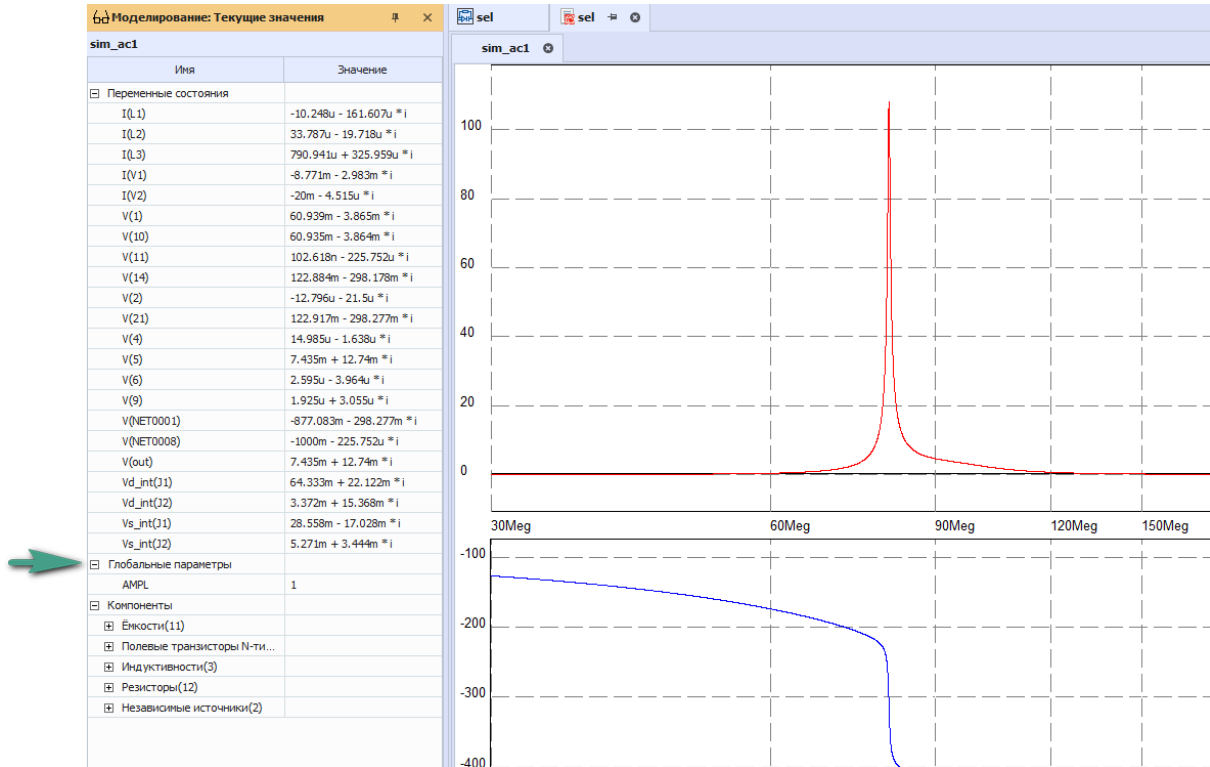

Рис. 171 Отображение текущих значений, в том числе заданного с помощью глобальной команды параметра
2. После выполнения моделирования откройте панель «Текущие значения» из главного меню. В панели будут отображены рассчитанные переменные состояния схемы, все входные и выходные параметры всех компонентов схемы и введенный нами глобальный параметр `AMPL=1`, см. Рис. 171.